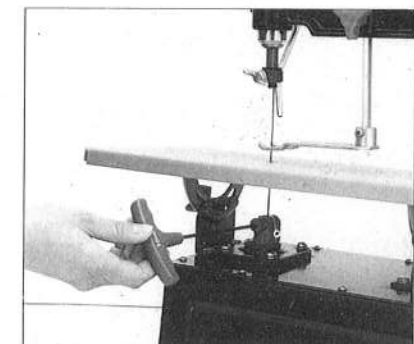

図4
- 下部のご歯キャッチ金具のネジを3mmレンチでゆるめてのご歯を差し込み強く締めつけて下さい。(図4参照)
- Ⓢ のご歯ガイドの中間の穴に通しますと、のご歯が曲ってセットされ使用できません。又、のご歯ガイドの先端の六角ボルトをゆるめます前後に移動します。(図4参照)